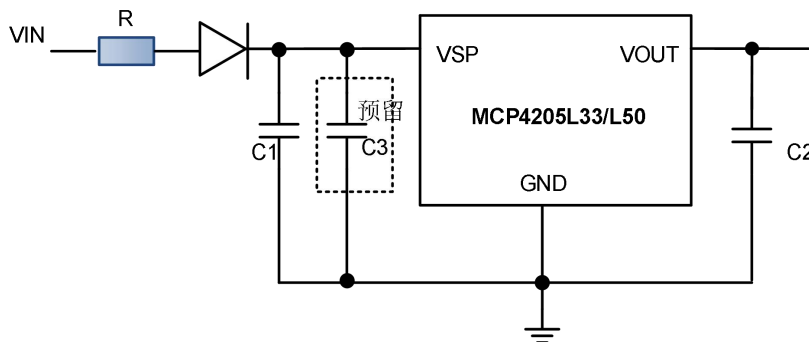

图 6-1 MCP4205L33/L50 应用电路
- 2) 图 6-1 给出了一种典型应用电路。为了确保控制环稳定，MCP4205 输出端需要一个容值至少 1 μ F、ESR 最大 4R 的输出电容,其中钽电容和多层陶瓷电容都合适。
- 4) 为了缓冲电源线影响，可在图 6-1 所示的应用电路中的输入端增加了一个 470 μ F 的电解电容 C3。特别是器件由几米长的电源线供电，则推荐增加该电容。